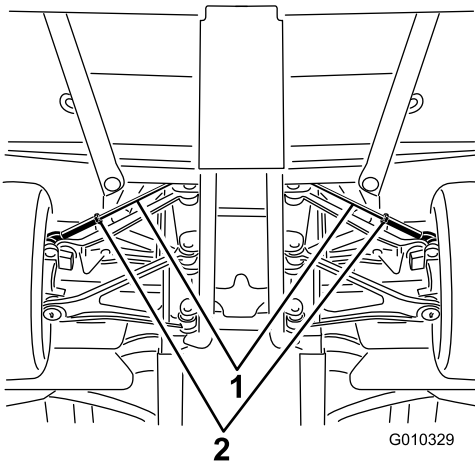

Bild 58
- A. Lösen Sie die Klemmmutter in der Mitte der Spurstange (Bild 58).